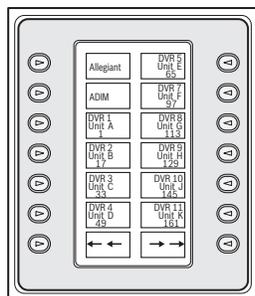

図 4.2 メインプロダクト選択メニュー
1. [PROD] ボタンを押して、キーボードをプロダクト選択モードに切り替えます。ソフトキー表示にプロダクト選択メニューが表示されます (図 4.2 を参照)。